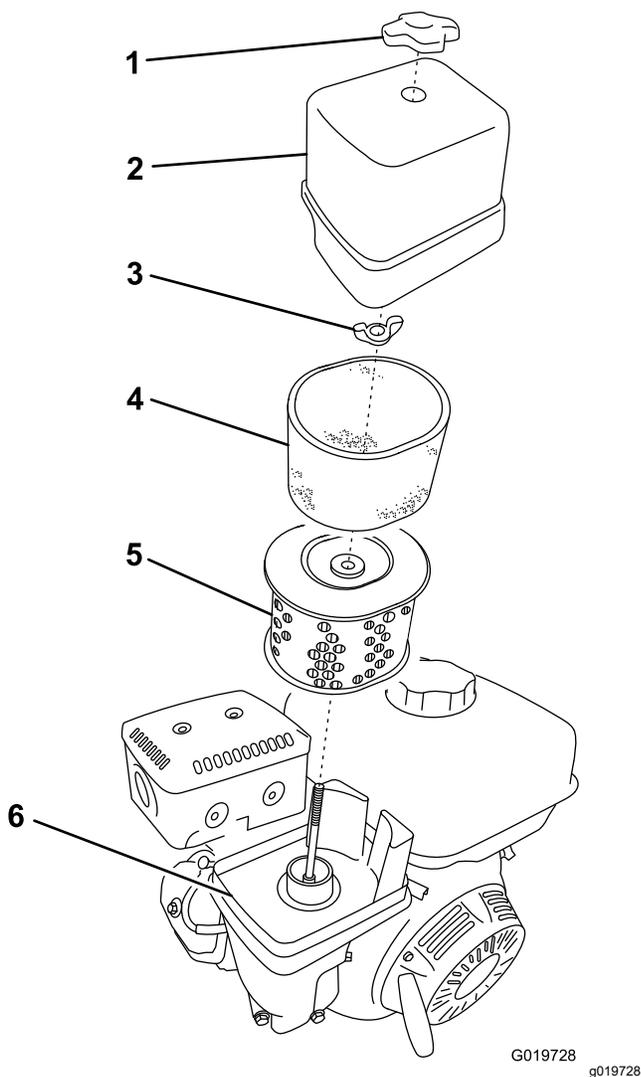

Figure 42
3. Retirez l'écrou de fixation du couvercle (Figure 42).
- Déposez les éléments en mousse et papier de la base (Figure 42).
- Sortez l'élément en mousse de l'élément en papier (Figure 42).